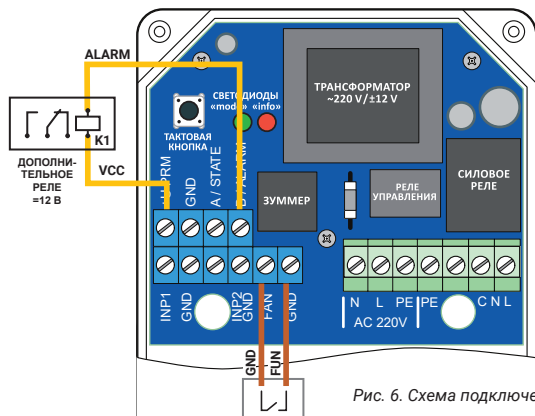

Рис. 6. Схема подключения внешнего проводного выключателя и дополнительного реле
5.7 Для управления внешними устройствами к блоку управления возможно подключение **дополнительного реле GIDROLOCK**. Схема подключения приведена на рис.6.